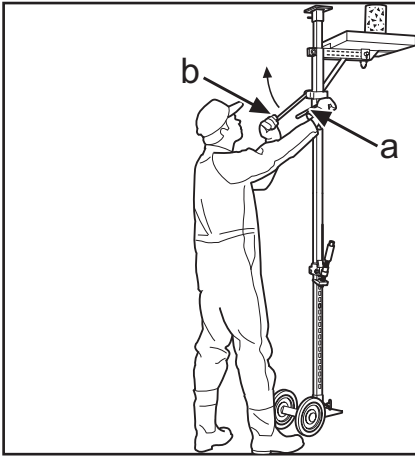

Fig.3
3. Colocar el colector contra el techo de modo que pueda recoger el agua refrigerante y el núcleo de perforación (a) (fig.3). Fijar con la manija de fijación.
3. Levantar o colector contra o teto, de modo à água de refrigeração e ao núcleo serem recolhidos (a) (Fig. 3). Fixar com o manípulo de fixação.
3. Slide the collector up towards the ceiling so that the coolant and drill core are collected (a) (Fig.3). Lock with the locking handle.